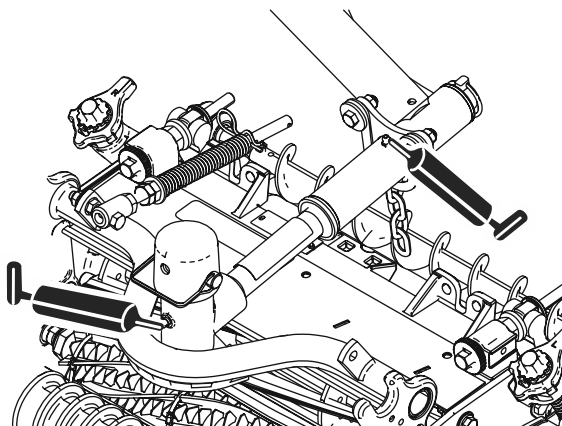

Bild 51
- Mähwerk-Drehzapfen (2 Stück), siehe Bild 51.